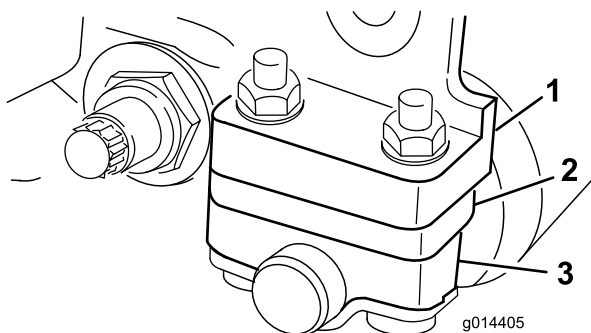

Figure 7
Selon la hauteur de coupe désirée, vous devrez placer les supports de rouleau arrière (Figure 6 ou Figure 7) en position haute ou basse :
- Placez l'entretoise en-dessous de la bride de fixation de la plaque latérale lorsque les hauteurs de coupe sont comprises entre 3 et 25 mm (Figure 7).
4. Placez les entretoises sur les vis au-dessus ou au-dessous des supports de rouleau, selon le cas (Figure 6 ou Figure 7).